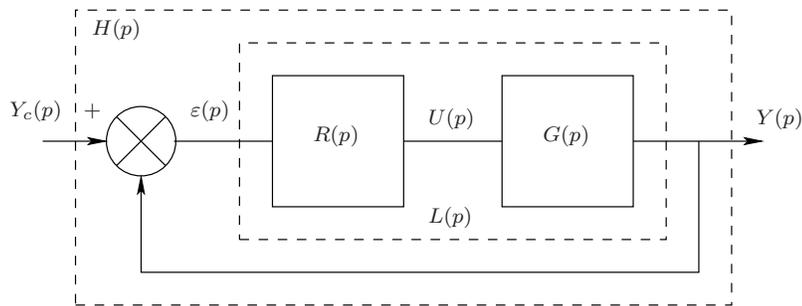

FIGURE 1.5 – Système bouclé
Soit le schéma bloc de la figure 1.5.
1. Montrer que l'asservissement de θ peut être présenté sous la forme d'un schéma-bloc comparable à celui de la figure 1.5 (identifier clairement la consigne, la commande, l'erreur et la sortie).
On considère que le système est en boucle fermée comme l'indique la Figure 1.5 (voir TD n°1) avec
On considère à nouveau un système en boucle fermée comme l'indique la Figure 1.5 (voir TD n°1), avec $R(p) = A$, mais, cette fois-ci, $G(p)$ est la fonction de transfert d'un système canonique de deuxième ordre.